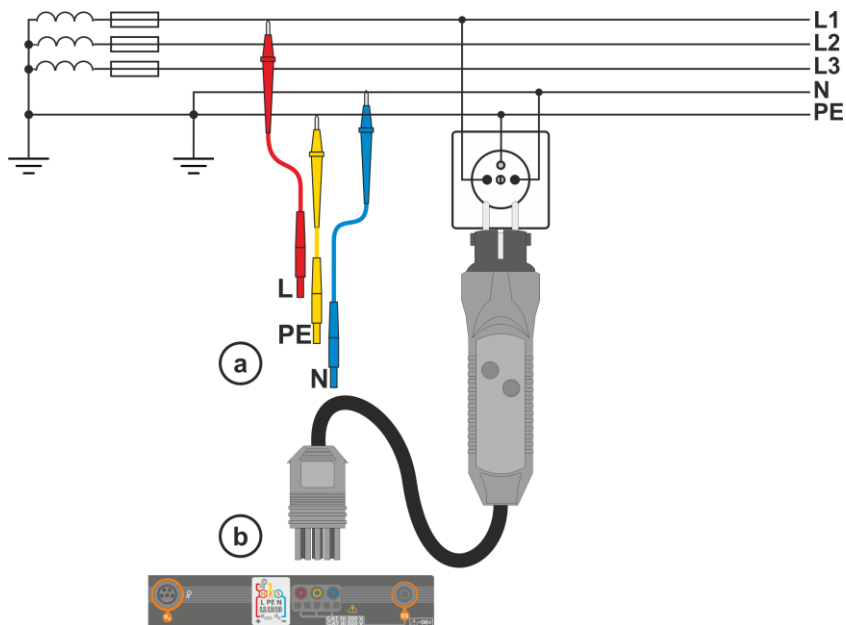

Fig. 3.1 Misura su circuito L-PE
- ① Connetti i cavi di prova secondo Fig. 3.1 o Fig. 3.2.